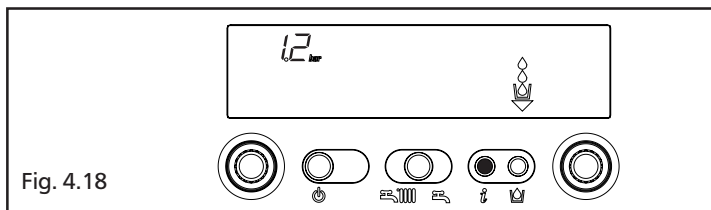

Fig. 4.18
**Info 2** visualizza la pressione di carica impianto (fig. 4.18)